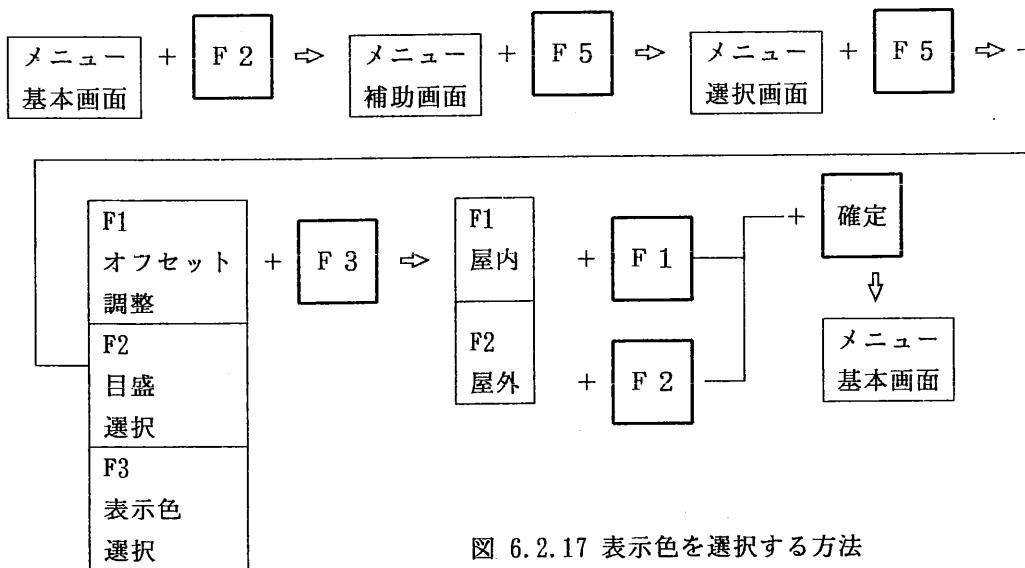

図 6.2.17 表示色を選択する方法
【表示色の選択手順】 (図 6.2.17 参照)
- ① 選択キー [F 2] を1回押すとメニューエリアにメニュー補助画面が表示されます。
- ② 選択キー [F 5] を1回押すとメニューエリアに選択メニューが表示されます。
- ③ 更に、選択キー [F 5] を1回押すとメニューエリアには図 6.2.17 に示す選択メニューが表示されます。
- ④ 選択キー [F 3] を1回押すとメニューエリアには表示色選択メニューが表示されます。
- ⑤ 選択キー [F 1] を1回押すと、[屋内] が選択されが、選択キー [F 2] を1回押すと、[屋外] が選択されます。
- ⑥ 選択後に確定キーを1回押すと、選択した表示色が設定されて図 6.2.17 に示したように、メニューエリアはメニュー基本画面に戻ります。